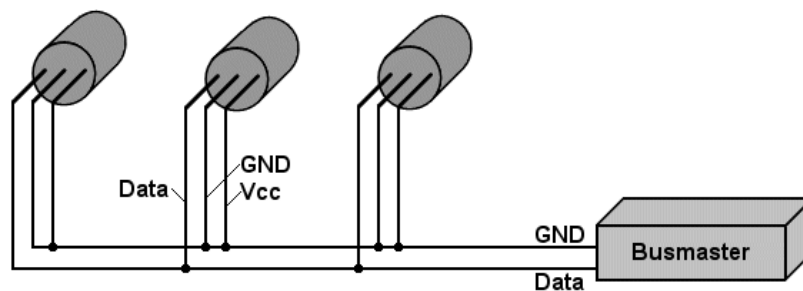

Bild 4.10: 1-Wire-Sensoren mit „parasitic power“
Um 1-Wire-Sensoren mit „parasitic Power“ zu betreiben, muss anhand des Datenblatts geprüft werden, ob ein 1-Wire-Sensor für die Stromversorgung über die Datenleitung geeignet ist. Dies ist insbesondere bei Multisensoren (Temperatur, Luftfeuchte, Druck, Umgebungslicht) nicht immer der Fall. Es werden lediglich zwei Adern am Busmaster angeschlossen: GND und DATA (DQ). Der Versorgungsanschluss Vcc eines jeden Sensors ist mit GND zu verbinden. Der Sensor bezieht seine Spannungsversorgung hierbei parasitär aus der Datenleitung. Damit hier ein ausreichend großer Strom geliefert werden kann ist ein Busmaster mit Strong-Pullup erforderlich. Bild 4.10 zeigt das Schema.